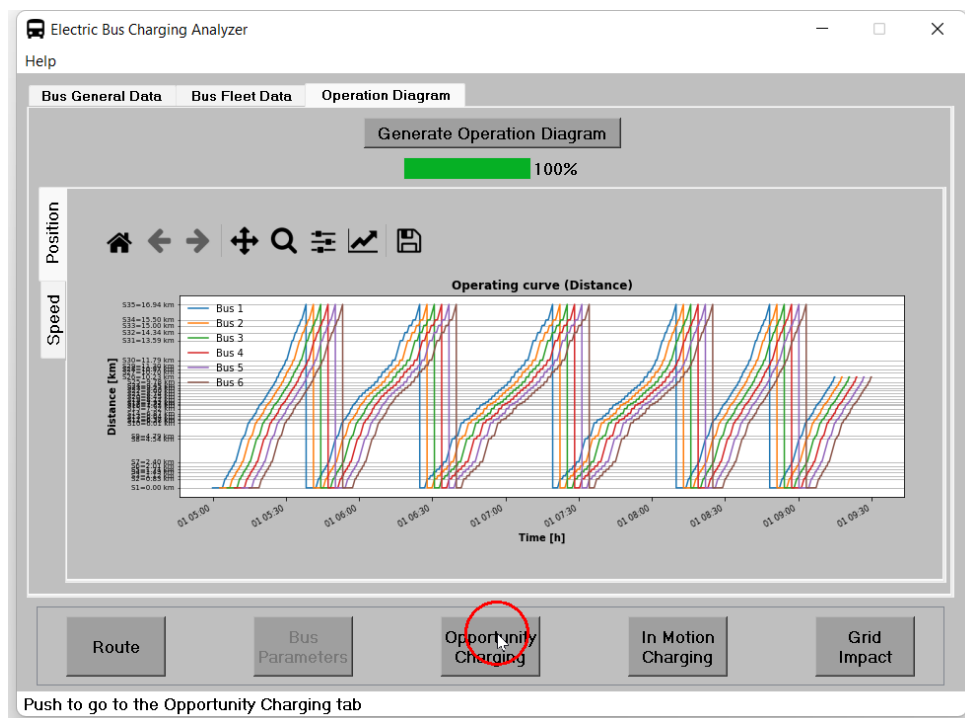

Figura 25: Configuración de los parámetros de la flota.
- Finalmente, luego se que la barra de carga termine y se visualice el diagrama de operación, se procede a pasar a la siguiente ventana presionando el botón **Opportunity Charging** como se muestra en la figura 25.